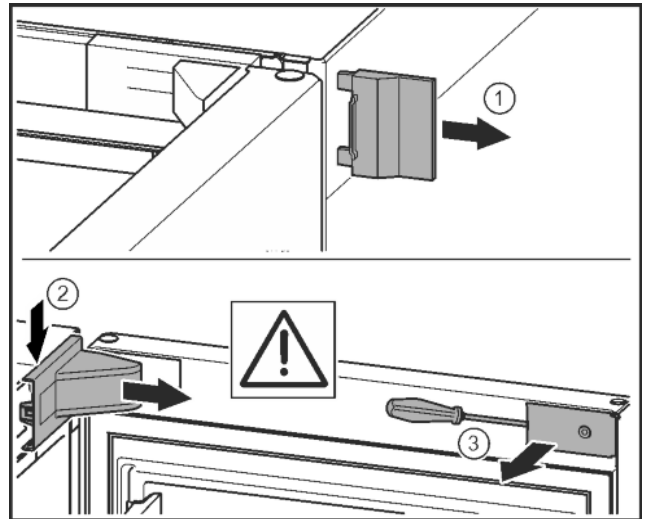

Fig. 10
► Togliere la copertura esterna. Fig. 10 (1)
► Sganciare e staccare la copertura del blocco di supporto. Asportare la copertura del blocco di supporto. Fig. 10 (2)
► Con un cacciavite liberare la mascherina e girarla lateralmente. Fig. 10 (3)